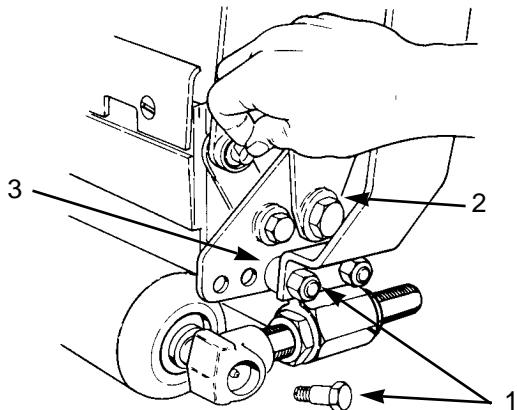

図 25
1. カッティングユニット両端からショルダー・ボルト、ブッシュ、スペーサを取りるとベッドバー & ベッドナイフアセンブリが外れます (図25)。
3. 固定ねじの締めつけの最終段階では、特殊工具 (P/N 51-0880)とトルクレンチを使用する (図25)。締めつけトルクは 28 kg.m で、締めつけは中央のネジから始め、両端に向かって交互に締め付けてゆく。